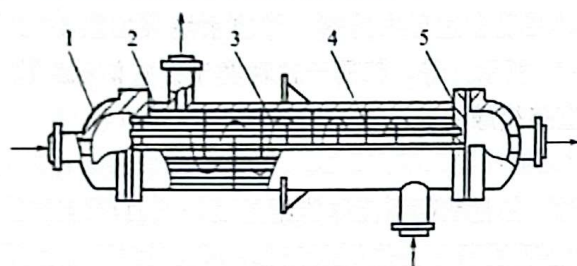

图 4-15 列管式换热器
(1) 列管式换热器 列管式换热器是最典型的间壁式换热器。它主要由管束与壳体构成,如图 4-15 所示,故也称管壳式换热器。它具有坚固、处理能力大、适应性强等优点,是化工生产中使用最广的换热设备。管子的表面积之和即为它的传热面积。